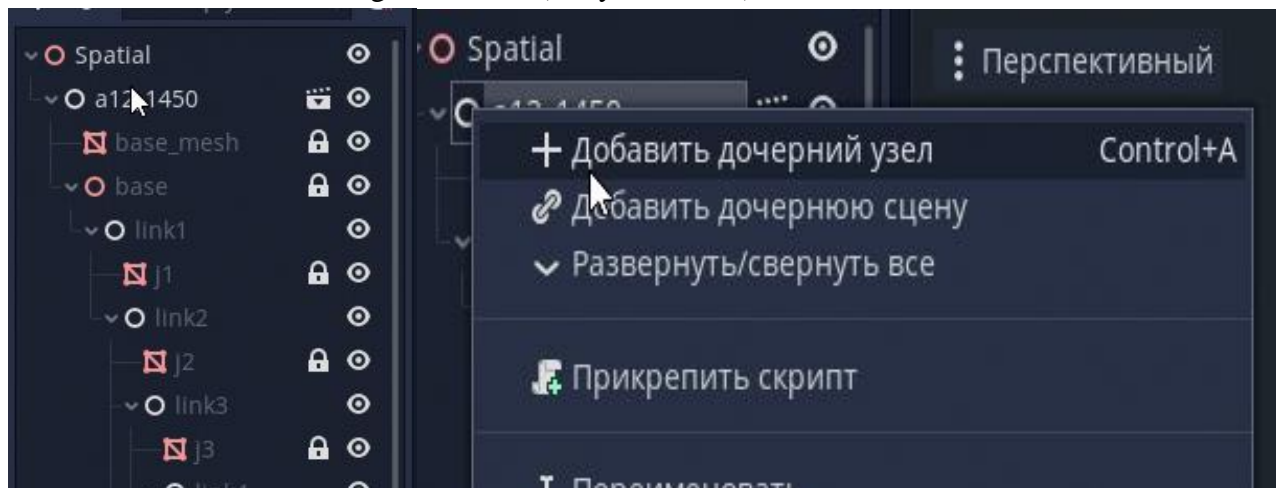

Рисунок 18 – Добавление дочернего узла
1. Создать объект «RcsSignalHolder» (Рисунок 18,19).